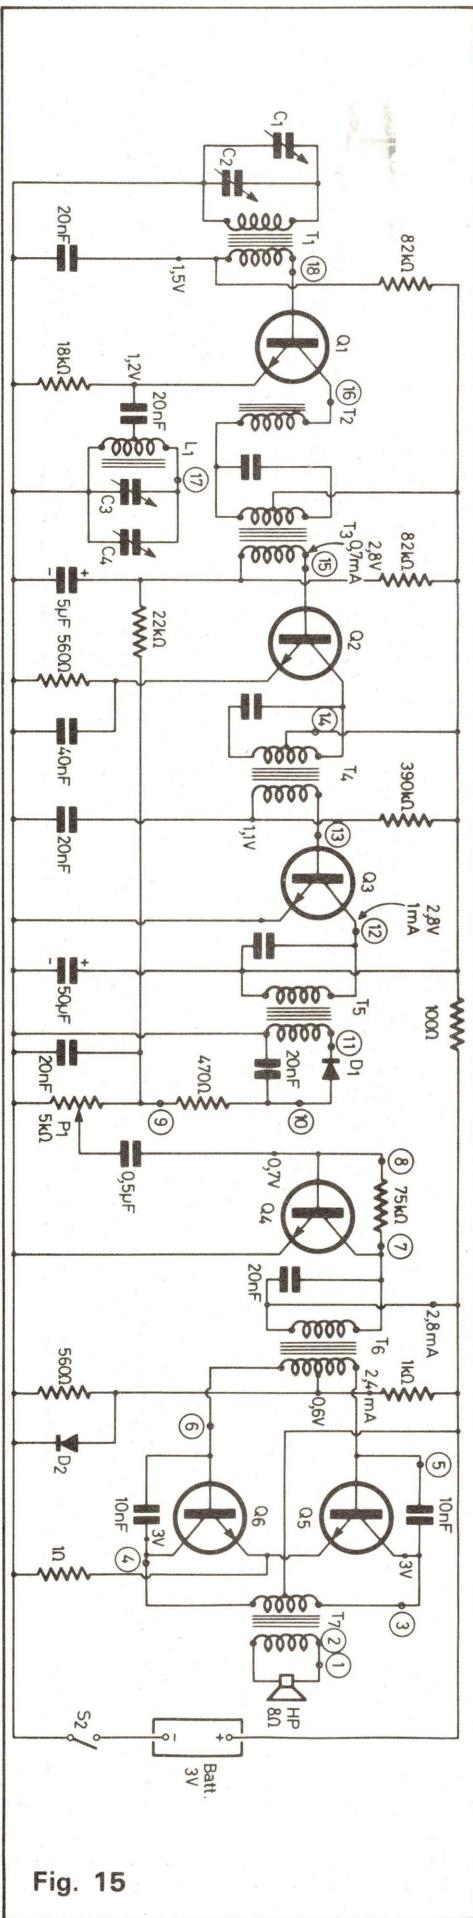

Fig. 15
Il s'agit d'un radiorécepteur à modulation d'amplitude conforme au schéma de la figure 15.
**Le récepteur analysé.** Revenons au schéma de la figure 15. Le montage est classique, son originalité réside dans l'alimentation de 3 V seulement par pile ce qui a conduit le concepteur de ce schéma à utiliser des transformateurs en BF évitant les résistances réductrices de tension. Indiquons en passant, qu'un appareil de ce genre pourrait se montrer intéressant pour une alimentation par cellule solaire de petites dimensions. Chaque cellule donne 0,4 V et il en faut 9, mises en série : des cellules de 0,1 A suffiront.